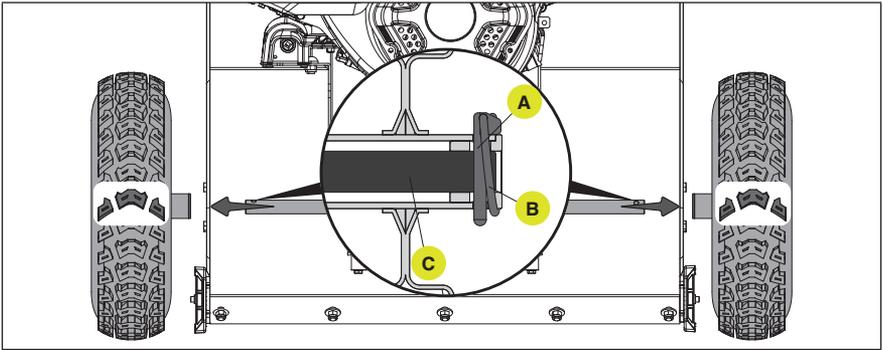

Figure 1
Retirez les roues de chaque côté pour faciliter l'assemblage de la poignée inférieure. Pour chaque roue, repérez l'axe (A) maintenant la roue en place. Soulevez l'anneau (B) autour de l'essieu (C) et tirez l'axe (A) maintenant la roue en place (Fig. 1). Répétez pour l'autre côté. Retirez les roues et placez soigneusement la souffleuse à neige sur le sol.